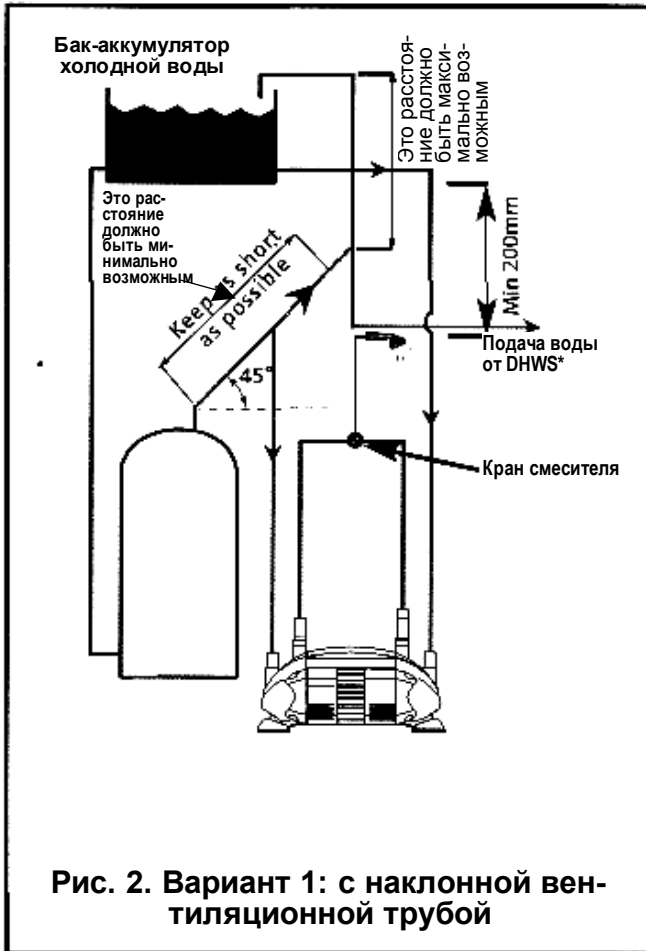

Рис. 2. Вариант 1: с наклонной вентиляционной трубой
- Насос всегда должен устанавливаться так, чтобы напорные трубы заняли строго вертикальное положение во избежание проникновения в гидросистему воздуха и для обеспечения горячего водоснабжения душа, на котором не будет сказываться забор воды из магистрали в любой ее точке. Мы рекомендуем использовать для подключения горячего водоснабжения к насосу расположенные сверху гидросоединения бака-аккумулятора "Wargix" (смотрите рис. 5) или бака-аккумулятора "Essex" (смотрите рис. 4). Альтернативная схема подключения к насосу горячего водоснабжения может иметь такой вид, как на схемах рис. 2 и 3 с наклонной вентиляционной трубой.